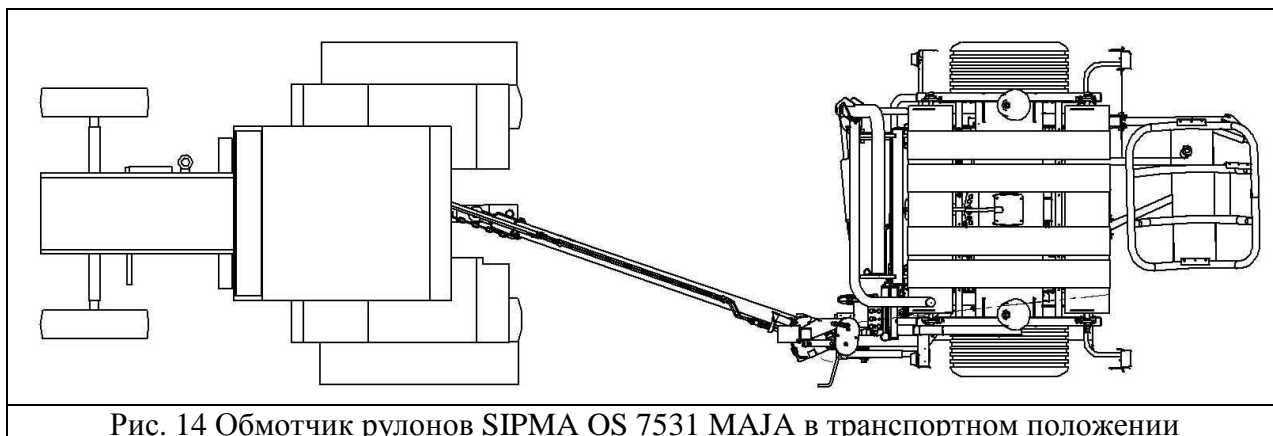

Рис. 14 Обмотчик рулонов SIPMA OS 7531 MAJA в транспортном положении
- **Переставить дышло в положение, предназначенное для транспортировки** (конусное отверстие, находящееся с правой стороны - наиболее наружу) Рис. 14. Для этого пригодится клин ля колес, имеющийся в оснащении машины.
Переставляя дышло в положение, предназначенное для "транспортной позиции" Рис. 14 подложить клин позади правого колеса, освободить защелку на дышле (вынимая шкворень из конусного отверстия и предохраняя в этом положении), подать назад трактором, наблюдая перемещение дышла до момента, пока не сравняются конусные отверстия на дышле и на раме обмотчика, предохранить защелку (вкладывая шкворень в конусное отверстие). Вынуть клин из-под колеса и установить его обратно на обмотчике. Затем следует: